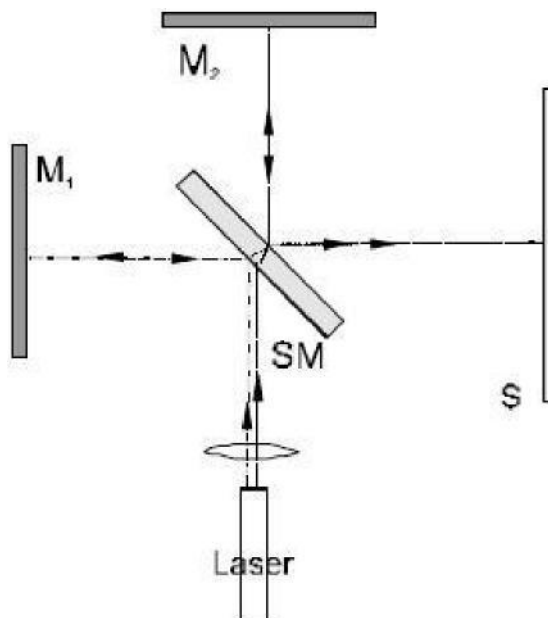

Fig. 2 Montaje experimental – Interferómetro de Michelson (M1, M2 = Espejo, SM = Espejo semitransparente, S = Pantalla de vidrio mate)
- Se coloca el Láser aproximadamente en el centro del tablero (Fig. 2) y se orienta el rayo paralelamente a la placa base (ver observaciones)
- Se intercala el espejo semitransparente entre el Láser y el espejo M2 (ver Fig. 2) El ángulo entre el espejo semitransparente y el eje del rayo Láser debe ser de 45° con la mayor exactitud.
- La pantalla de vidrio mate se monta de acuerdo con la Fig. 2. El rayo Láser debe incidir en el centro de ésta.
En el montaje de acuerdo con la Fig. 2, es importante que las ondas esféricas que se superponen realicen sólo un ángulo pequeño. Entonces el patrón de interferencia es observable en el plano I (ver Fig. 3a) Si el ángulo es muy grande no se puede observar la interferencia (Fig. 3b). Por ello es importante que el rayo Láser esté orientado así que pase paralelamente a la placa base y que después de la reflexión en los espejos M1 y M2 siga siendo paralelo.